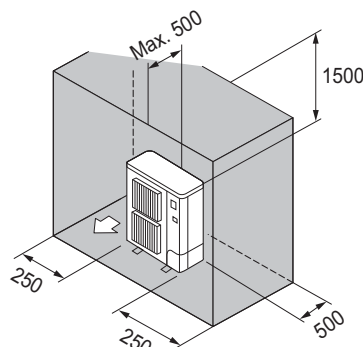

Fig. 3-10
- ⑥ Enbart hinder på baksidan, sidorna och ovsidan (Fig. 3-10)